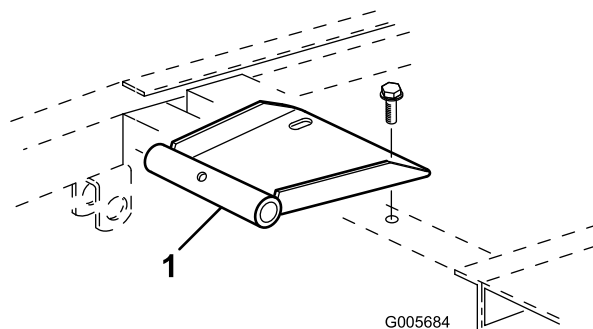

Figura 8
4. Monte el soporte pivotante del asiento en el bastidor con los 2 tornillos con arandela prensada suministrados en el kit (Figura 8).